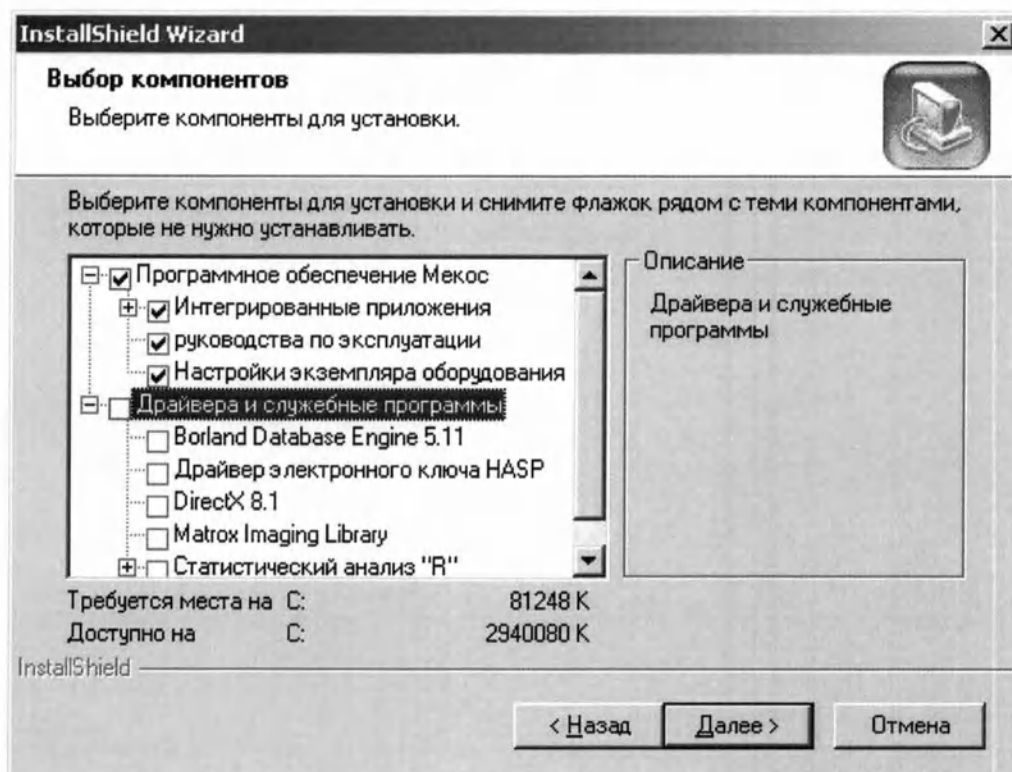

Рисунок 1. Выбор состава устанавливаемых компонент
9. Появляется окно выбора состава устанавливаемых компонент (Рисунок 1)